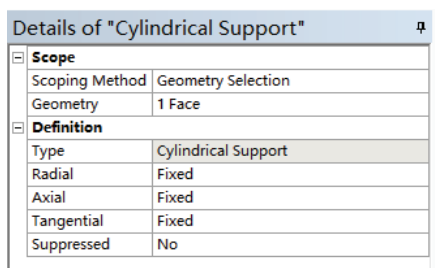

图 6-24 设置圆柱固定约束
4) 选择 Environment 工具栏中的 Supports>Cylindrical Support，如图 6-24 所示，此时在树结构图中会出现 Cylindrical Support 选项。